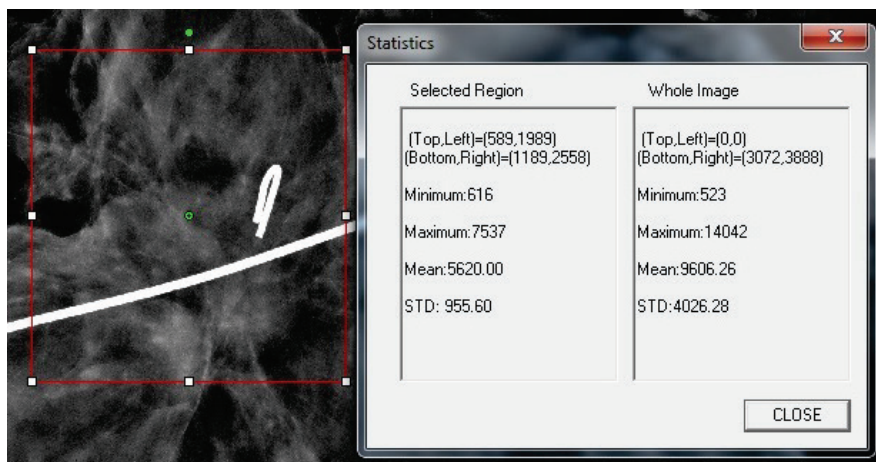

Figura 6.4.25
La voce “*Statistiche ROI*” apre una finestra di dialogo contenente le statistiche dell’immagine. Fare clic e tenere premuto il tasto sinistro del mouse sulla regione di interesse (ROI) dell’immagine principale, trascinare il cursore per effettuare la selezione intorno all’area, quindi rilasciare il tasto del mouse. Le informazioni statistiche per la regione selezionata vengono visualizzate sul lato sinistro della finestra di dialogo e per l’intera immagine sul lato destro della finestra. Le statistiche visualizzate sono: punti di inizio e di fine della ROI, valori di intensità minima, massima e media e deviazione standard (DS). Per chiudere la finestra di informazioni statistiche è sufficiente fare clic sul pulsante **Close** (Chiudi). Vedere la Figura 6.4.25. Fare nuovamente clic su “*Statistiche ROI*” per disattivare la funzione.